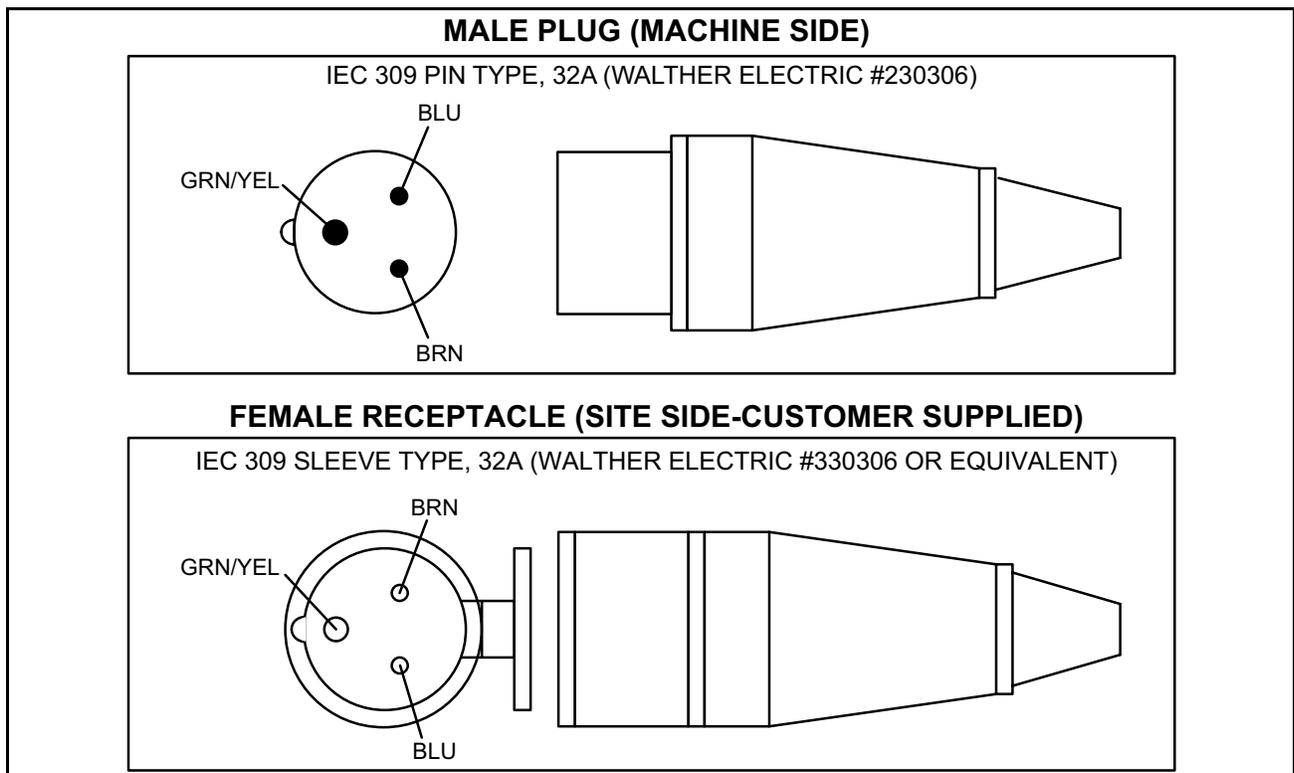

Figure 3-14: Requisitos europeos (UE) de los Enchufes y Receptáculos
Ver el diagrama de enchufes y receptáculos europeos (UE) en diagrama la Figure 3-14/Figura 3-14.